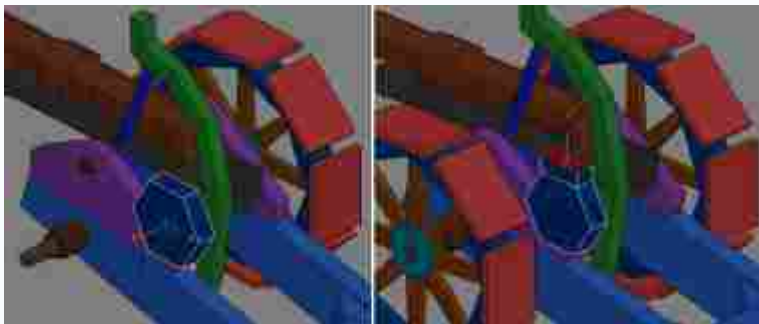

图2-41 稳固架的基础造型
(21) 制作盘转体部分的模型结构。切换到右视图，隐藏右侧车轮，单击创建面板上的  按钮创建模型，根据原画示意图对圆柱体模型进行编辑，适度地调整厚度，得到轮盘稳固体的结构造型。进入  (修改) 面板可编辑多边形的  (多边形) 层级，然后展开“多边形”菜单，单击“挤出”右侧按钮，在弹出的“挤出多边形”对话框中修改“挤出高度”的参数，进入  (面) 层级，对上面的面进行挤压，得到稳固架的基础造型，如图2-41所示。